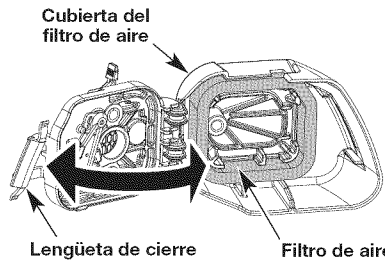

Fig. 14
1. Abra la cubierta del filtro de aire presionando hacia dentro la lengüeta de traba y sacando la cubierta del filtro (Fig. 14).
2. Retire el filtro de aire (Fig. 14).
6. Vuelva a colocar el filtro de aire en la tapa del filtro de aire (Fig. 14).
7. Cierre la tapa del filtro de aire haciéndola girar hacia la izquierda y luego haciendo presión sobre la lengüeta de cierre hacia abajo hasta que caiga en su lugar (Fig. 14).